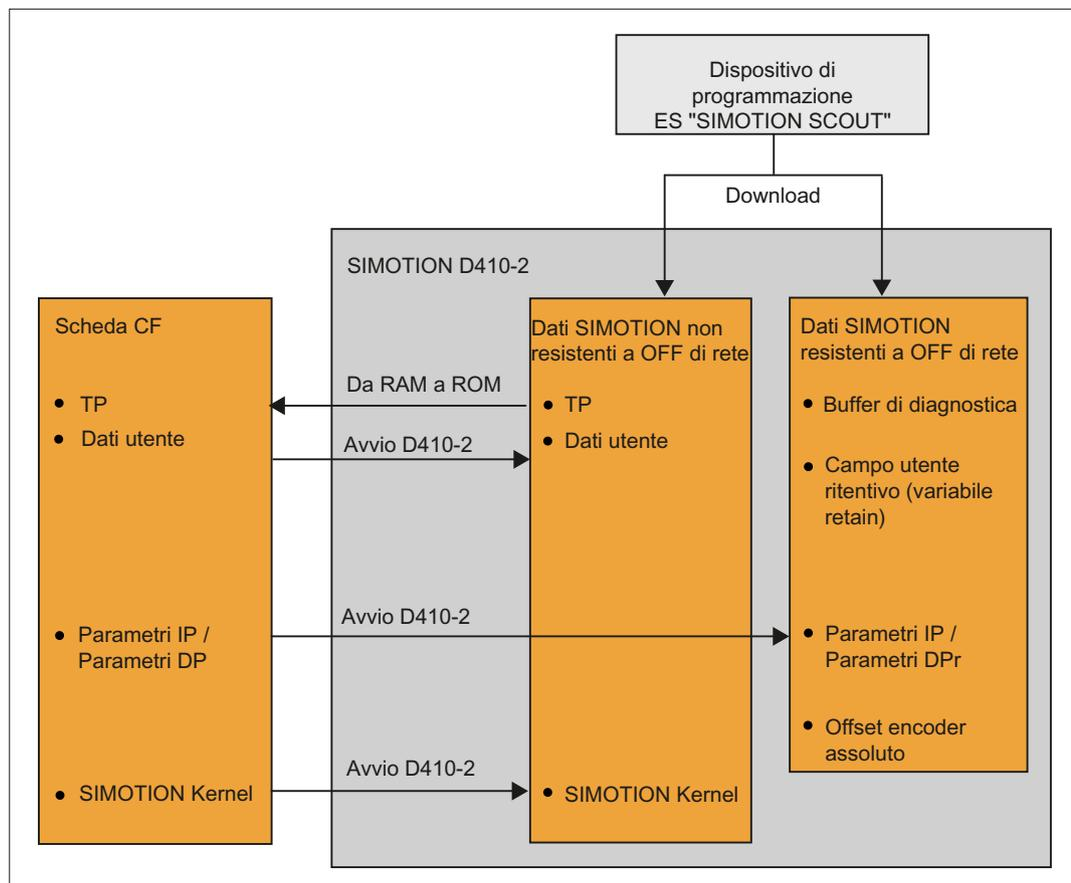

Figura 5-2 Modello di memorizzazione SIMOTION D410-2
- Figura 5-2 Modello di memorizzazione SIMOTION D410-2 (Pagina 88)